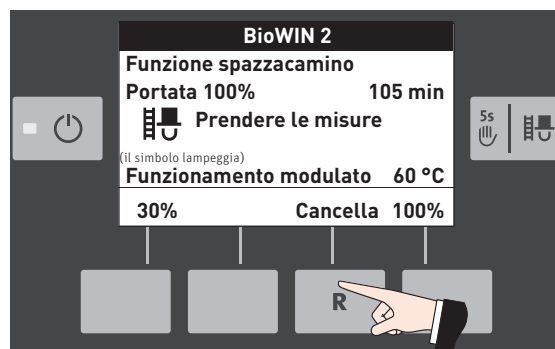

Fig. 21
- Mit der Messung erst anfangen, wenn „Prendere le misure” angezeigt wird – Fig. 21.
- premendo il tasto **Cancella** – Fig. 21.